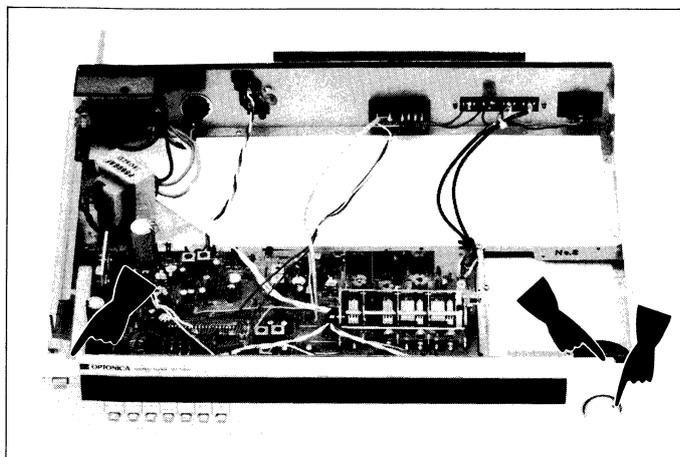

Abbildung 2-3
2. Die beiden Schrauben (an der Oberseite der Frontplatte) entfernen, mit denen die Frontplatte befestigt ist. (Siehe Abbildung 2-3.)